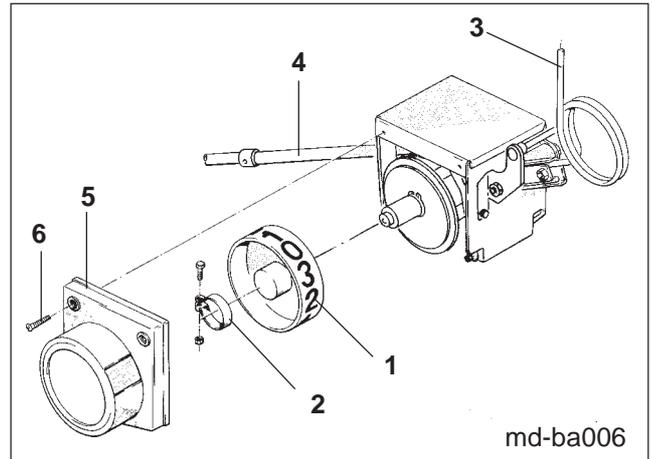

Fig. 18.43
- Anzeigerad (Fig. 18.43/1), wie in Kap. 18.9.2 beschrieben, mit neuem Kontrollstreifen versehen und auf dem Teilungsrund mit Hilfe der Schelle (Fig. 18.43/2) vorerst locker befestigen.
- Schaltkasten an der Bedienungsfeder (Fig. 18.43/3) durchschalten, bis das Klemmrohr (Fig. 18.43/4) angezogen und gehalten wird. Schutzdeckel (Fig. 18.43/5) an den Schaltkasten halten und das Anzeigerad (Fig. 18.43/1) so weit verdrehen, bis die Zahl "0" am Fenster des Schutzdeckels zu sehen ist.
- Anzeigerad (Fig. 18.43/1) mit der Schelle (Fig. 18.43/2) festklemmen und den Schutzdeckel (Fig. 18.43/5) mit zwei Blechschrauben (Fig. 18.43/6) befestigen.